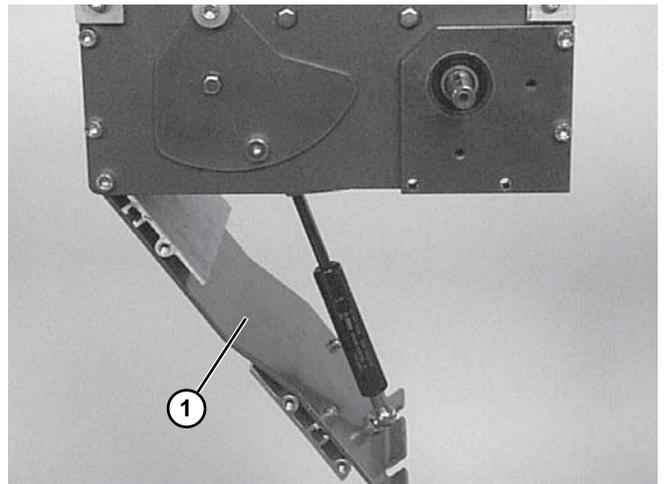

Figura 52
- Cierre con cuidado la puerta tensora del módulo de transmisión (Figura 52, artículo 1). Consulte ADVERTENCIA.